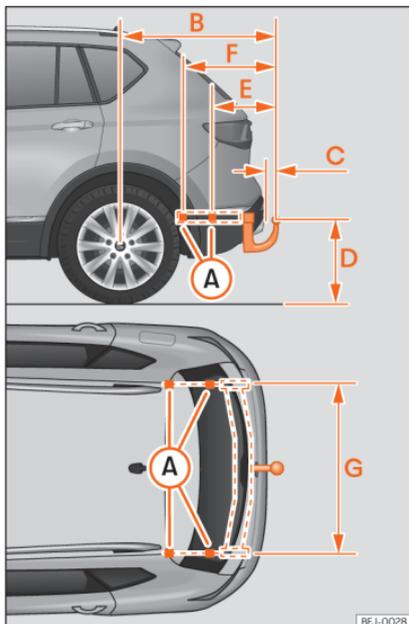

Fig. 220 Quotas e pontos de fixação para a montagem posterior de um dispositivo de reboque.
A distância entre o centro da rótula e a estrada »» Fig. 220 (D) nunca poderá ser inferior à indicada. Isto rege também com o veículo a plena carga, incluindo a carga vertical máxima tecnicamente admissível sobre o acoplamento.
Quotas de separação »» Fig. 220: